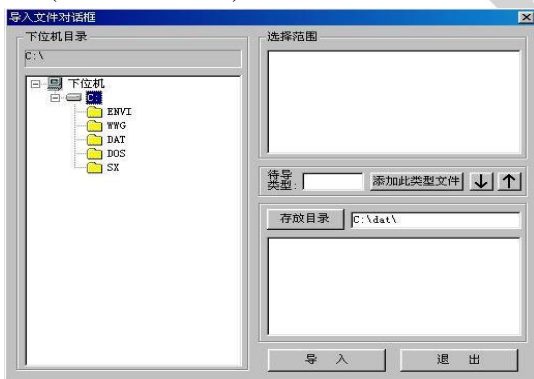

图 8.16 选择传输范围
- C) 在计算机上执行本软件的导入命令(如图 8.16 所示)。
- D) 双击超声仪旁边的“+”，可看到超声仪的文件目录，从中选取要传输的文件所在的目录，这个目录所包含的文件会显示在选择范围列表框中(如图 8.16 所示)。